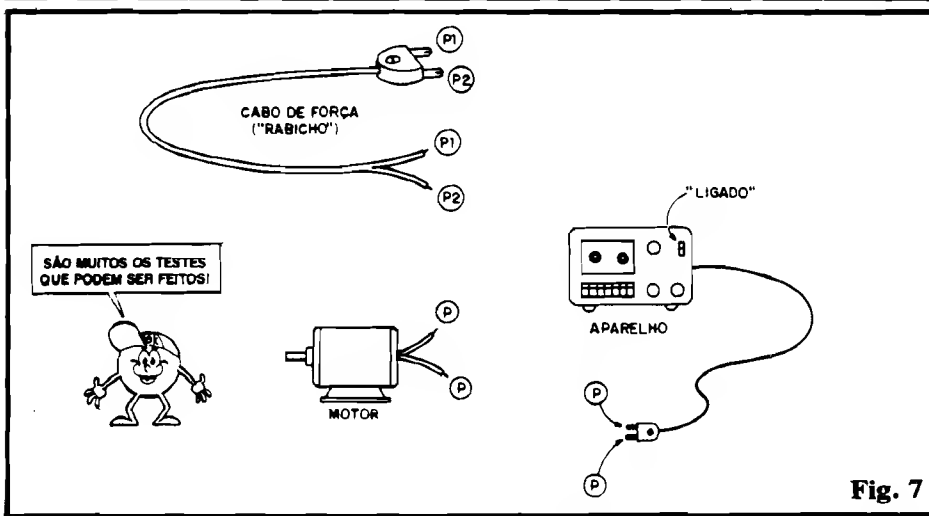

Fig. 7
- **FIG. 7 - OUTROS TESTES POSSÍVEIS...** - Usando, como recomendamos no início, o bom senso e o raciocínio, o MULTI-TESTADOR poderá ser usado num "monte" de verificações práticas e úteis! Por exemplo: na verificação de um "cabo de força" de aparelho, sobre o qual guardemos alguma "desconfiança", basta testar a continuidade entre (P1)-(P1) e entre (P2)-(P2)... Se
direto de aparelhos elétricos já dotados de "rabicho/plugue" (como o rádio/gravador mostrado na fig. 7...), já que bastará ligar o cabo de alimentação do aparelho a ser verificado, na tomada do MULTI-TESTADOR! A monitoração/"pilotagem" da energia na rede local, e a indicação da sua Tensão, continuarão a ser feitas ou pela ligação do "rabicho" do próprio MULTI-TESTADOR à uma tomada local ou, com tal "rabicho/plugue" **desligado**, através das pontas de prova (devidamente conetadas pelo seu "rabicho"/plugue, ao MULTI-TESTADOR, via tomada do painel...).